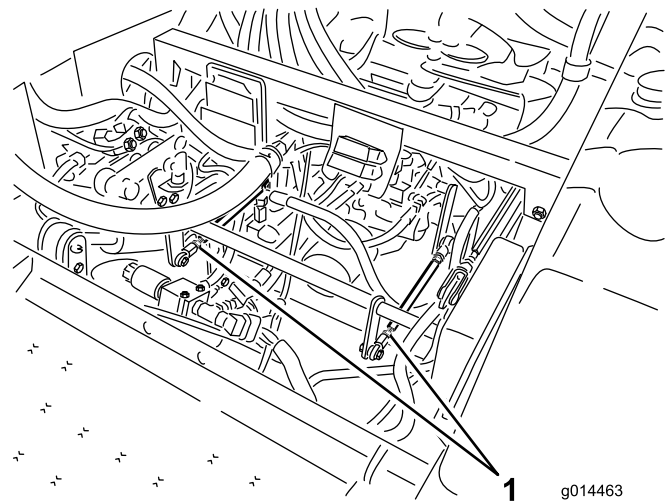

Figura 46
- Si el neumático trasero izquierdo está girando, afloje las contratuercas de la varilla de control de la transmisión del lado izquierdo (Figura 46).